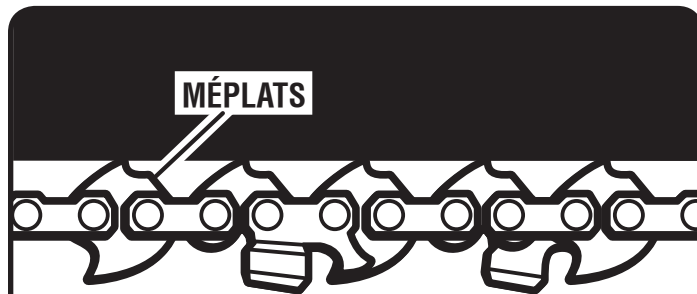

Fig. 13
Voir les figures 13 et 14.
- La chaîne doit être retendue chaque fois que les plats des maillons d'entraînement pendent au-dessous de la rainure du guide comme illustré à la figure 13.